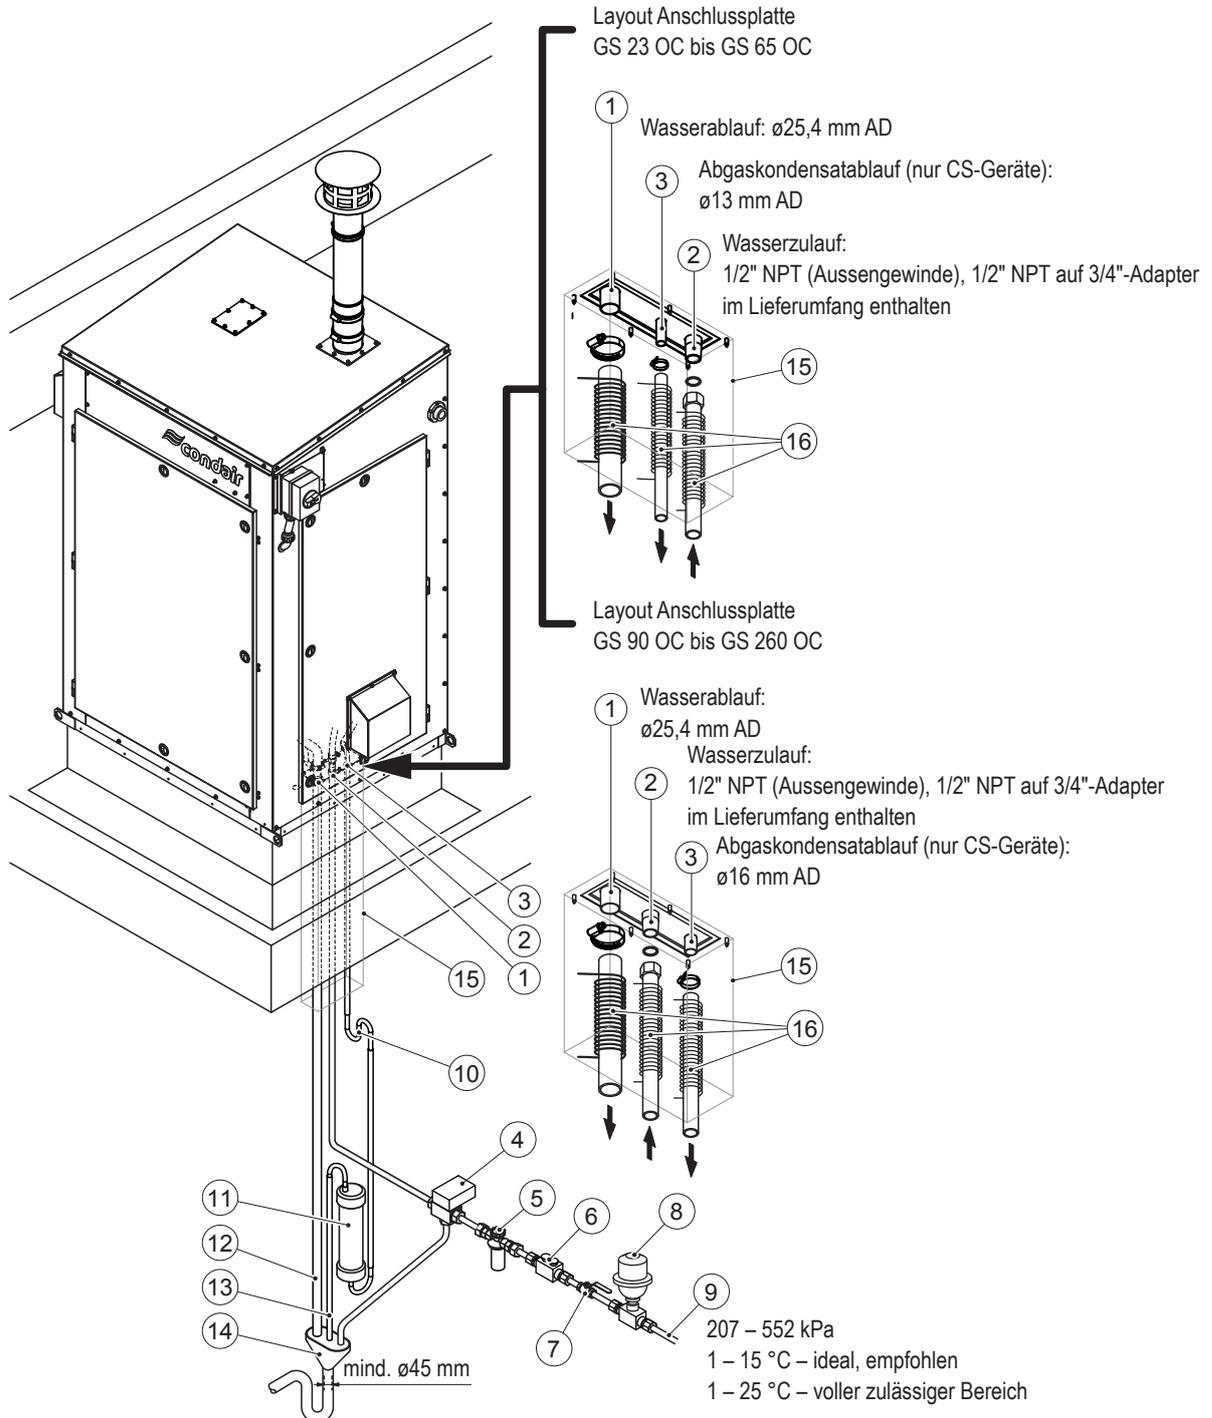

Abb. 12: Übersicht über die Wasserinstallation (dargestellt ist der Condair GS 65 CS)
Die Wasserinstallation muss gemäss Abb. 12, den Hinweisen zur Wasserinstallation in Kapitel 5.6.2 auf Seite 41 und den geltenden örtlichen Vorschriften zur Wasserinstallation ausgeführt werden.
Die Wasserversorgung ist gemäss Abb. 12 auf Seite 40 und den geltenden örtlichen Sanitärvorschriften auszuführen. Zum Frostschutz der Zuleitung siehe auch Kapitel 5.6.3 auf Seite 43.
- Der Wasserablauf ist gemäss Abb. 12 auf Seite 40 und den geltenden örtlichen Sanitärvorschriften auszuführen.
- Der Abgaskondensatablauf ist gemäss Abb. 12 auf Seite 40 und den geltenden örtlichen Sanitärvorschriften auszuführen.
- Schliessen Sie einen Abgaskondensatablaufschlauch (nur CS-Modelle) an den entsprechenden Anschluss der Anschlussplatte im Geräteboden an und sichern Sie ihn mit einer Schlauchschelle – siehe Abb. 12 auf Seite 40. Der Schlauch muss für 100 °C ausgelegt sein.